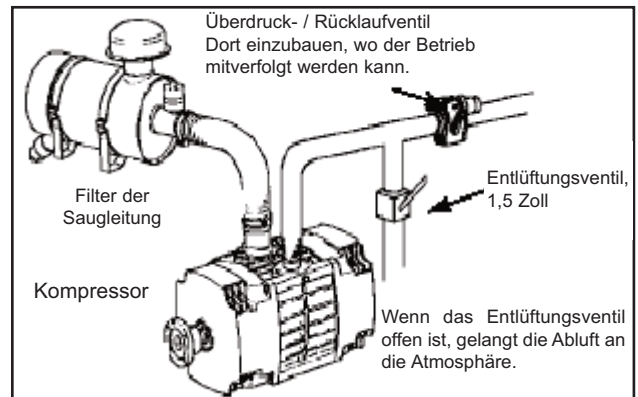

Abb. 8 - Normaler Einbau eines Kompressors
3. Der Kompressor MUSS ein ausreichend dimensioniertes Überdruckventil haben, das ca. 75 cm [30 Zoll] hinter dem Förderanschluss des Kompressors eingebaut werden muss ; siehe Abb. 8.